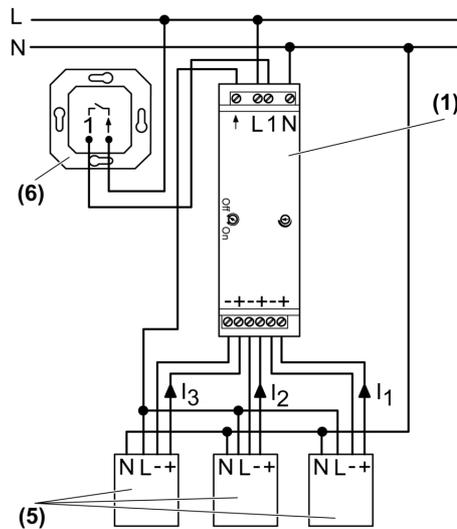
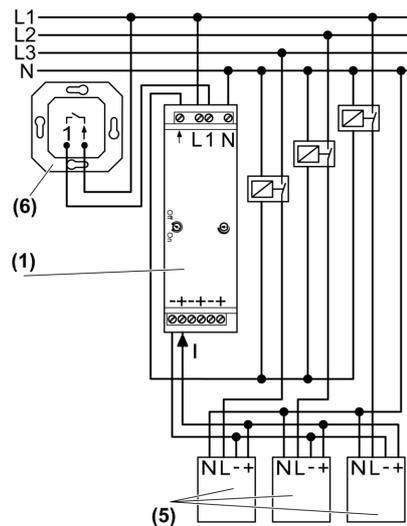

Figura 2: Schema di collegamento monofase
Figura 3: Schema di collegamento trifase
- (1) Dispositivo di comando
- (5) Dispositivo di azionamento lampade con interfaccia 1-10 V, ballast elettronico
- (6) Tasto installazione, contatto NA
- i** Il numero massimo dei dispositivi di azionamento lampade che possono essere controllati dal dispositivo di comando si calcola dalla somma delle correnti di comando  $I_1 + I_2 + I_3$  (figura 2) e/o  $I$  (figura 3) (Vedi capitolo 6.1. Dati tecnici). Per la corrente di comando dei dispositivi di azionamento lampade si vedano i dati del costruttore.
- Effettuare il collegamento monofase (figura 2) e/o trifase (figura 3) del dispositivo di azionamento secondo lo schema.